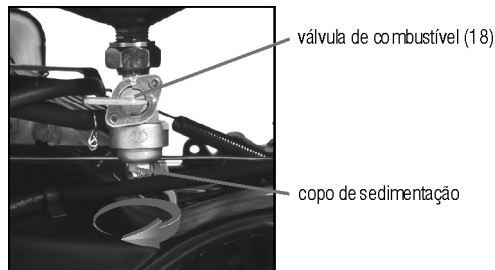

Fig. 23 – removendo copo de sedimentação
- 3 – Com auxílio de uma chave, remova o copo de sedimentação (fig. 23);